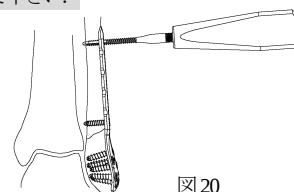

図 20
19) 骨質が硬い場合は、3.5LS 用タップ (グリップ型) でプレタップを行います。(図 20)